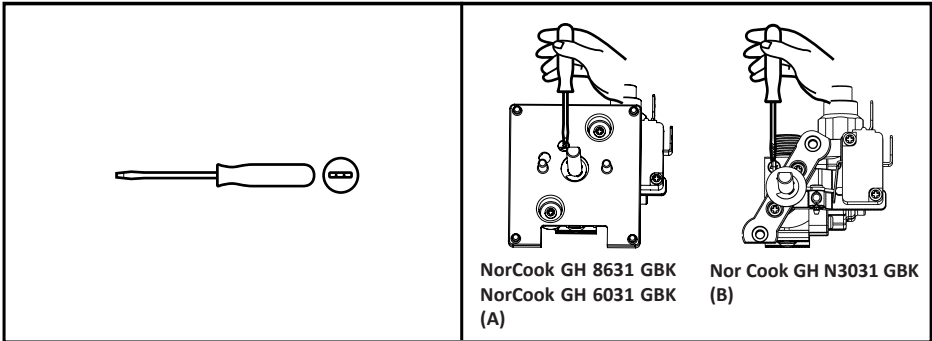

Afb. 6
(Afb. 6) Als blijkt dat de apparatuur uitgevoerd is voor een ander type gas dan ter plaatse beschikbaar, dient men:
- de injectoren (Afb. 6) te vervangen door degene die corresponderen met het te gebruiken gas (zie de tabel "Karakteristieken verstuivers").